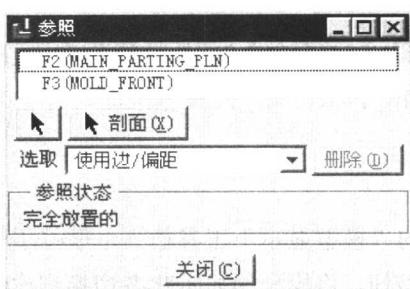
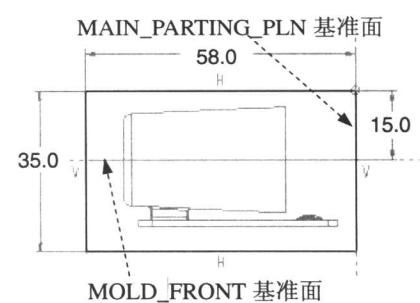

图 1.5 “参照”对话框
图 1.6 截面图形
③ 进入截面草绘环境后, 系统弹出如图 1.5 所示的“参照”对话框, 选取 MOLD_FRONT 基准面和 MAIN_PARTING_PLN 基准面为草绘参照, 然后单击 关闭(C) 按钮, 绘制如图 1.6 所示的特征截面。完成特征截面的绘制后, 单击工具栏中的“完成”按钮 。
④ 选取深度类型并输入深度值: 在操控板中选取深度类型 (即“对称”), 再在深度文本框中输入深度 30.0, 并按回车键。
⑤ 预览特征: 在操控板中单击“预览”按钮 , 可浏览所创建的拉伸特征。
⑥ 完成特征: 在操控板中单击“完成”按钮 , 则完成特征的创建。